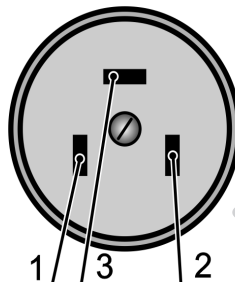

Рис. 14
- Вилка и сетевой шнур после установки прибора должны быть доступны для обеспечения возможности отключения и не должны подвергаться нагреву. Не допускается размещать прибор так, чтобы розетка находилась над рабочей зоной. Подключение должно быть выполнено согласно схемы (рис. 14).